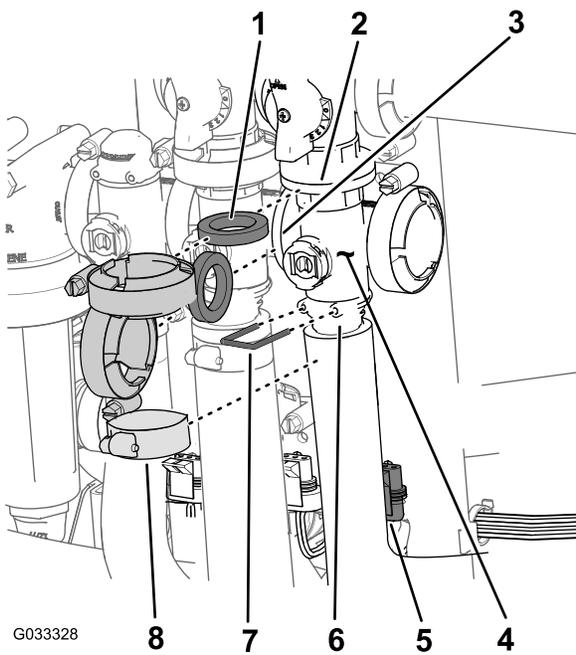

Figura 72
1. Retire las abrazaderas y las juntas que fijan el distribuidor de la válvula de sección principal (Figura 72) a la válvula de desvío de sección principal, la válvula de agitación y la válvula del distribuidor de sección principal (al final de la manguera del caudalímetro).
2. Retire el dispositivo de sujeción que fija el acoplamiento de salida al distribuidor de la válvula de sección principal (Figura 72).